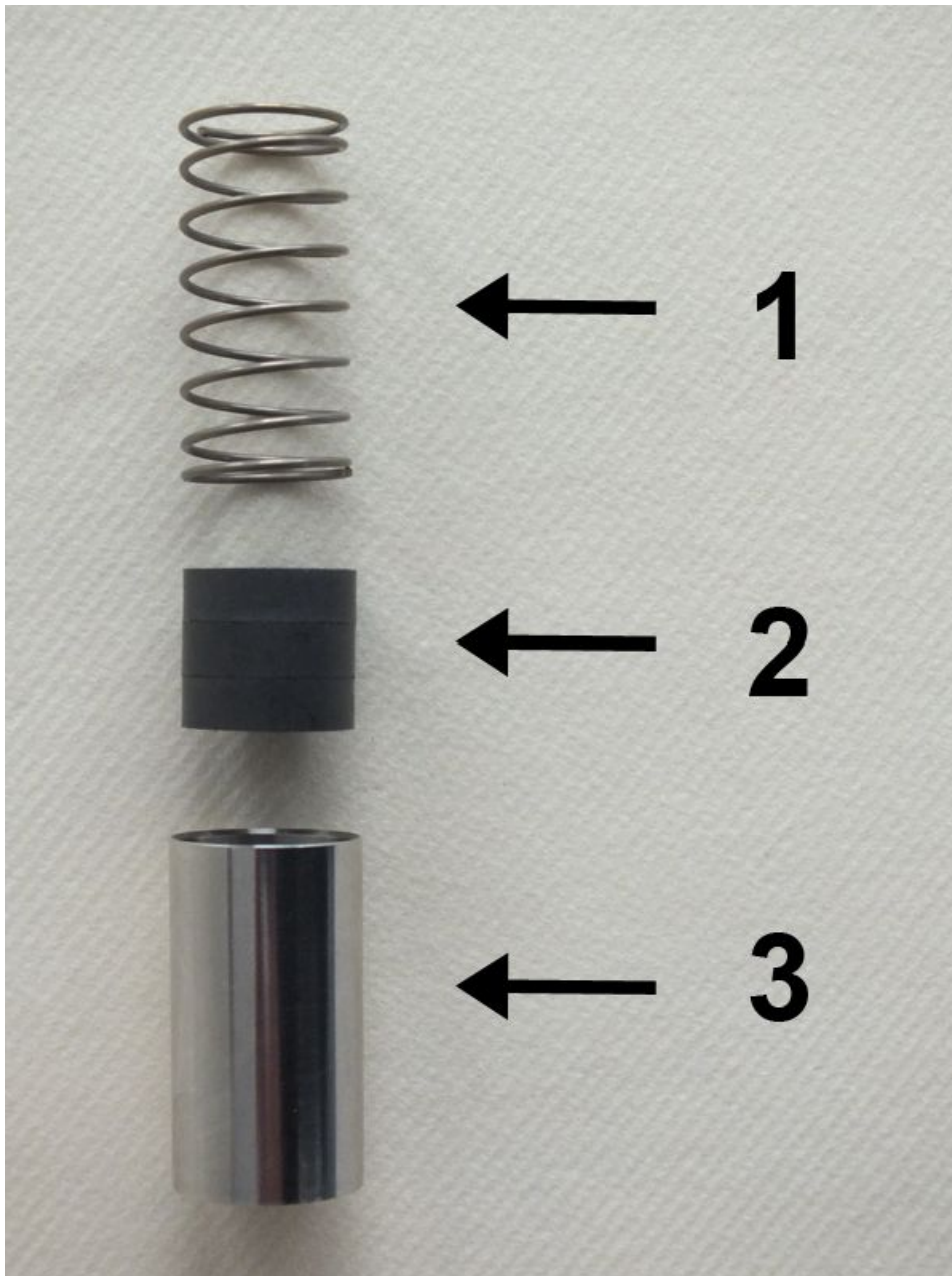

Abb. 48: Innenteile
6. ➤ Feder (Abb. 48/1) mit Magneten (Abb. 48/2) in den Schwebekörper (Abb. 48/3) einführen, dabei die Magnetpolung beachten (Nordpol in Richtung Geräteausgang)